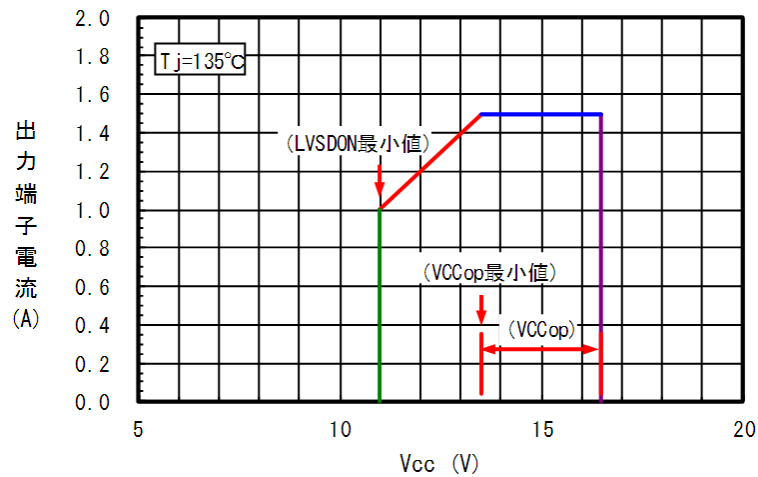
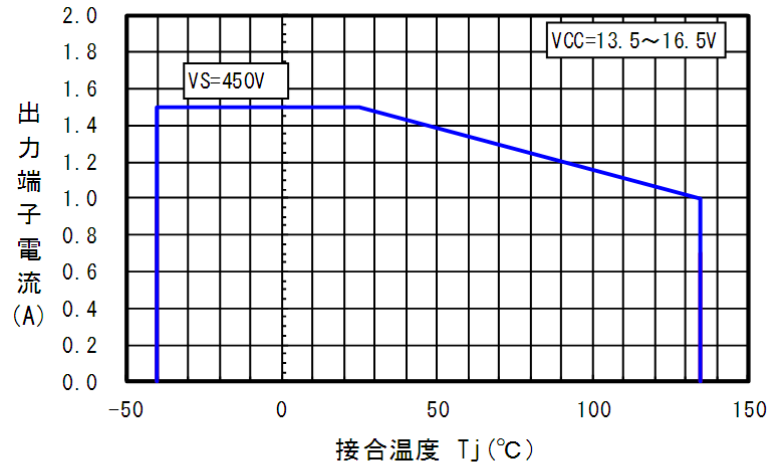

図4.2.1 Vccに対する電流ディレーティング
図4.3.1 接合温度に対する電流ディレーティング
Vcc電圧に対する電流ディレーティングを図4.2.1に示します。
出力端子の電流は、図4.2.1のディレーティングカーブ範囲内で使用してください。
接合温度に対する電流ディレーティングを図 4.3.1 に示します。
出力端子の電流は、図 4.3.1 のディレーティングカーブ範囲内で使用してください。
電流制限設定においては、電流制限用基準電圧 (V_{ref1}) ばらつき、シャント抵抗 (R_s) ばらつき、遅延時間を考慮し、ご使用の条件に応じて図4.2.1または図4.3.1のいずれか低い方の電流値以下としてください。